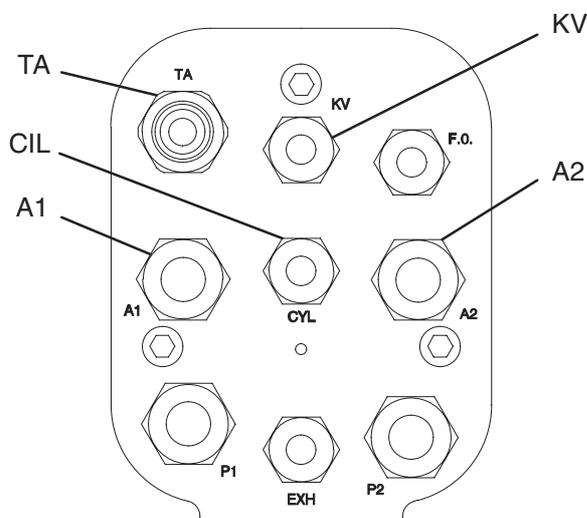

Fig. 10
Las funciones de la pistola se activan y se desactivan mediante la acción de válvulas solenoides neumáticas en las tuberías de alimentación neumática del cilindro (CIL), la turbina (TA), y el interruptor KV (KV). Consultar la Fig. 10 donde se ilustran las conexiones de la pistola de pulverización.